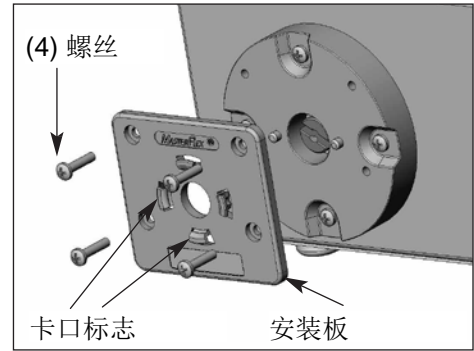
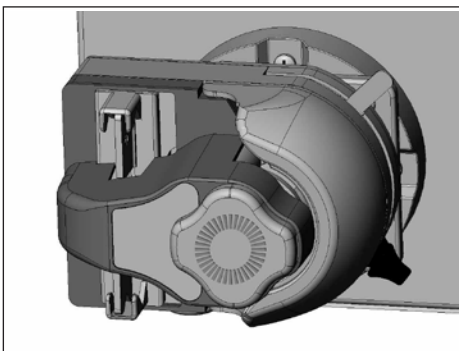

图1 将安装板固定于驱动器
图4 水平泵方向的卡口设计锁定
1. 如果安装板没有附在泵驱动器上，用安装套件中的4个十字头螺丝将其连接到泵驱动器上（见图1）。
2. 转动泵头，使其背对驱动器。将泵头主动轴上的柄脚插入到驱动器传动轴上的凹槽中。将泵头背面的卡口与安装板前面的卡口标志对齐（见图1、2、3）。泵头应与准备安装方向逆时针倾斜30°。最后，将泵头稳固地按压到驱动器，顺时针旋转，直到不能旋转（约30°）。（见图4）。卡口锁定杆会固定到泵头背面，自动将泵头锁定到安装板。